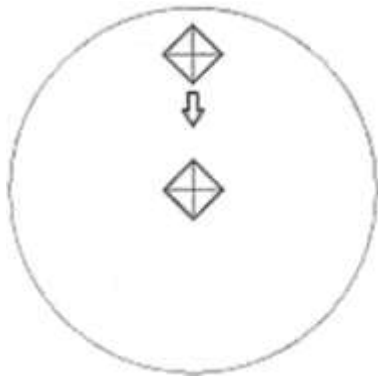

Рис. 37
- 1) Если укол в верхней части поля зрения или вне его, как показано на рис.37: